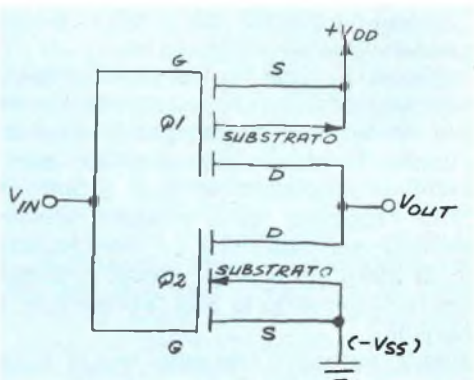

Fig. 1 - Porta CMOS basilare.
Perché i CMOS richiedono una corrente tanto bassa? La risposta è insita nella struttura del circuito CMOS stesso. Nella *fig. 1* è rappresentata una porta basilare CMOS (un invertitore). Si noti che una coppia complementare di MOSFET comprende l'invertitore (sebbene altri elementi logici CMOS siano più complessi, tutti usano MOSFET complementari; nella descrizione che segue sono esposte le caratteristiche essenziali della famiglia logica CMOS). Un MOSFET di esaltazione è normalmente all'interdizione presentando un'alta resistenza tra il collettore (D) e l'emettitore (S). Per portarlo in conduzione si deve applicare una tensione sufficientemente alta tra la base e l'emettitore.
Nel circuito della *fig. 1*, Q1 è un MOSFET a canale *p* e Q2 è un dispositivo a canale *n*; i due formano un circuito in serie tra V_{DD} e massa. Se V_{IN} è bassa, il MOSFET a canale *p* è in conduzione e il MOSFET a ca-